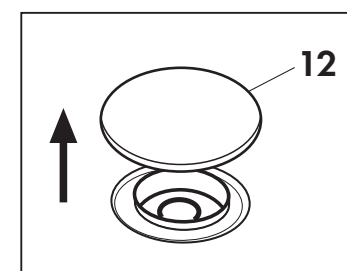

Fig. 4
Retirer le bouchon (12) et verser de l'eau dans le réservoir. (Fig. 4).